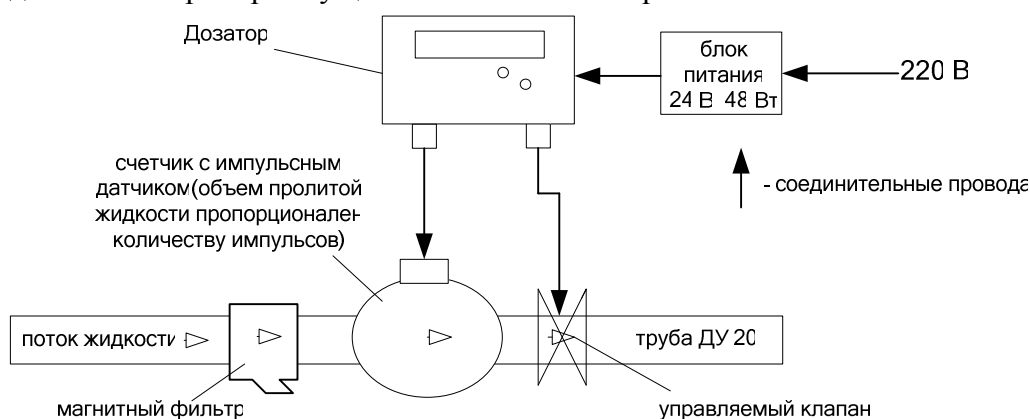

рис. 1 Общая структура системы дозирования
1. Счетчик и клапан соединяются между собой согласно рис.1 , в комплект счетчика входит соединительный узел, с помощью которого осуществляется монтаж, при этом для устранения протечек между клапаном и счетчиком рекомендуется использовать паклю или иной уплотнитель. Следует обратить внимание стрелки указывающие направление протекания жидкости на фильтре, расходомере и клапане.
2. Осуществляется подсоединение проводов согласно рис.1
Подключение прибора осуществляется согласно рис. 1